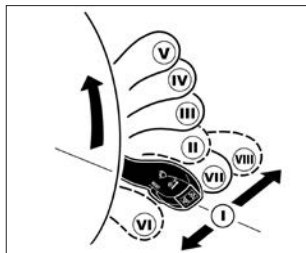

Рис. 33. Рычаг переключателя стеклоочистителей
**I (рис. 33) – нейтральное положение.** Очистители и омыватели стекол выключены.